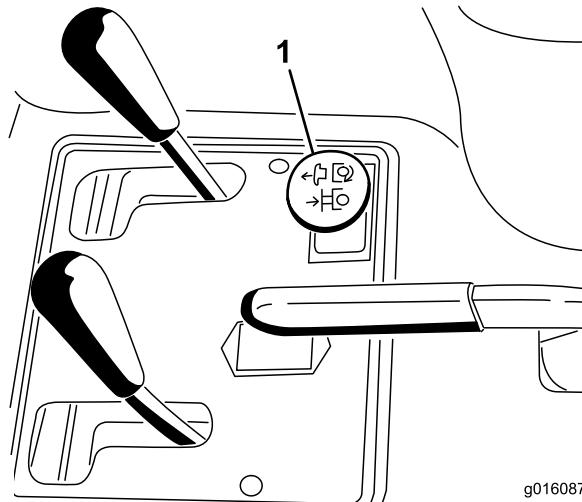

図 12
3. リモート油圧コントロールノブを上に引いてブレードに油圧を掛ける図 12。
- リモート油圧コントロールノブを押し込んでブレードを解除する図 12。